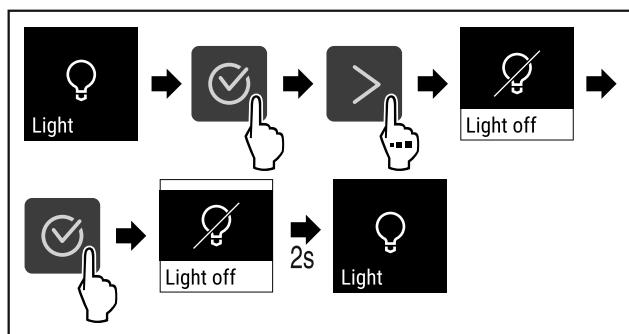

Fig. 68
- Kryeni hapat e veprimit (shihni Fig. 68).